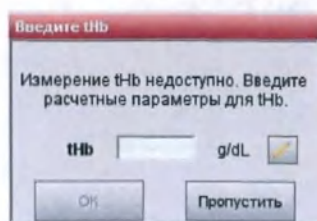

Рис.3-32 Введите значение tHb
- Чтобы ввести значение tHb, нажмите кнопку **<Информация о пациенте>**, когда отобразится окно во время калибровки или проведения анализа и перейдите на стр.2 (Рис.3-32).